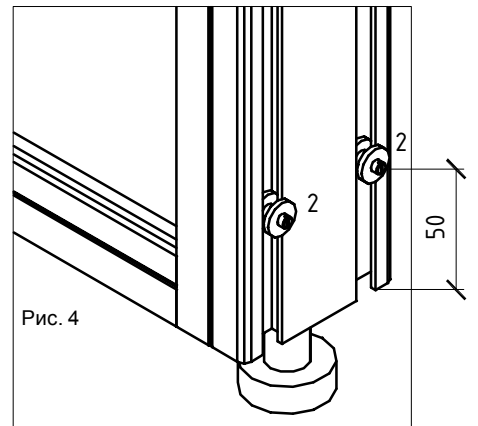

Рис. 4
2.1. На модуль (1) со стороны присоединения следующего модуля (1) вставить в оба паза и прочно закрепить установочными винтами М5х14 (8) две втулки (2) снизу на высоте около 50 мм (Рис. 4).